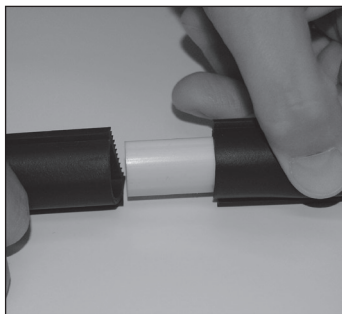
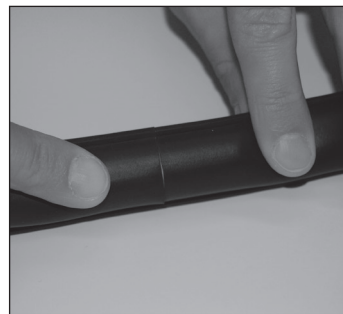

Figura 5
Figura 5a
- Instalar el conector de plástico suministrado con el Dique de agua en los dos extremos del dique de agua de modo que no haya espacios entre los extremos. **Figura 5 y Figura 5a**